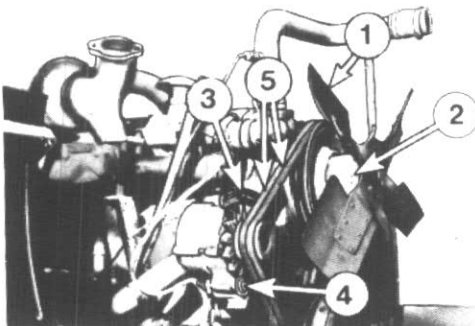

Figure 62
Si l'on ne peut démonter l'entretoise (2), fig. 62 à la main, tapotez légèrement dessus à l'aide d'un maillet en faisant attention de ne pas endommager le siège de la pompe à eau.